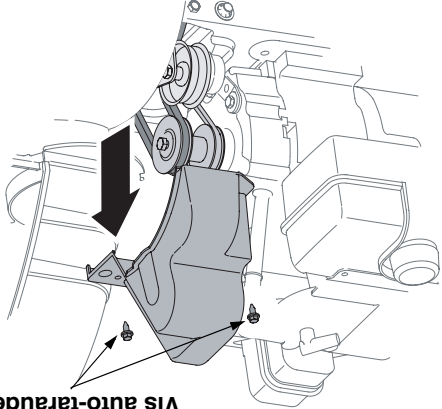

Figure 22
- Démontez le couvre-courroie en retirant les deux vis auto-taranduses qui le maintiennent sur le châssis de la souffeuse. Voir la Figure 22.
Démontez le couvre-courroie en retirant les deux vis auto-taranduses qui le maintiennent sur l'habitacle de la souffluse. Voir la Figure 22 .